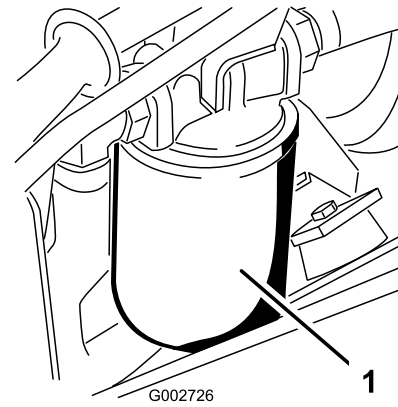

図 45
4. 機体左側にある油圧オイルフィルタ 図 45 の下に容器を置く。
7. 新しい油圧フィルタを取り付ける 図 45 ガスケットがフィルタヘッドに当たるまで手で回し、そこからさらに 3/4 回転締め付ける。